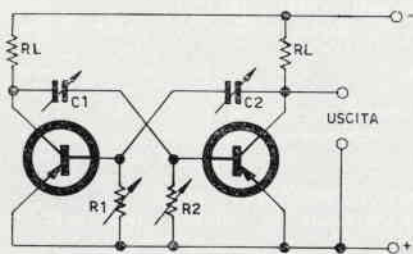

Figura 3
B) Mediante un **circuito multivibratore astabile** è possibile ottenere un segnale del tipo indicato. Il circuito di principio è del tipo indicato in figura 3.